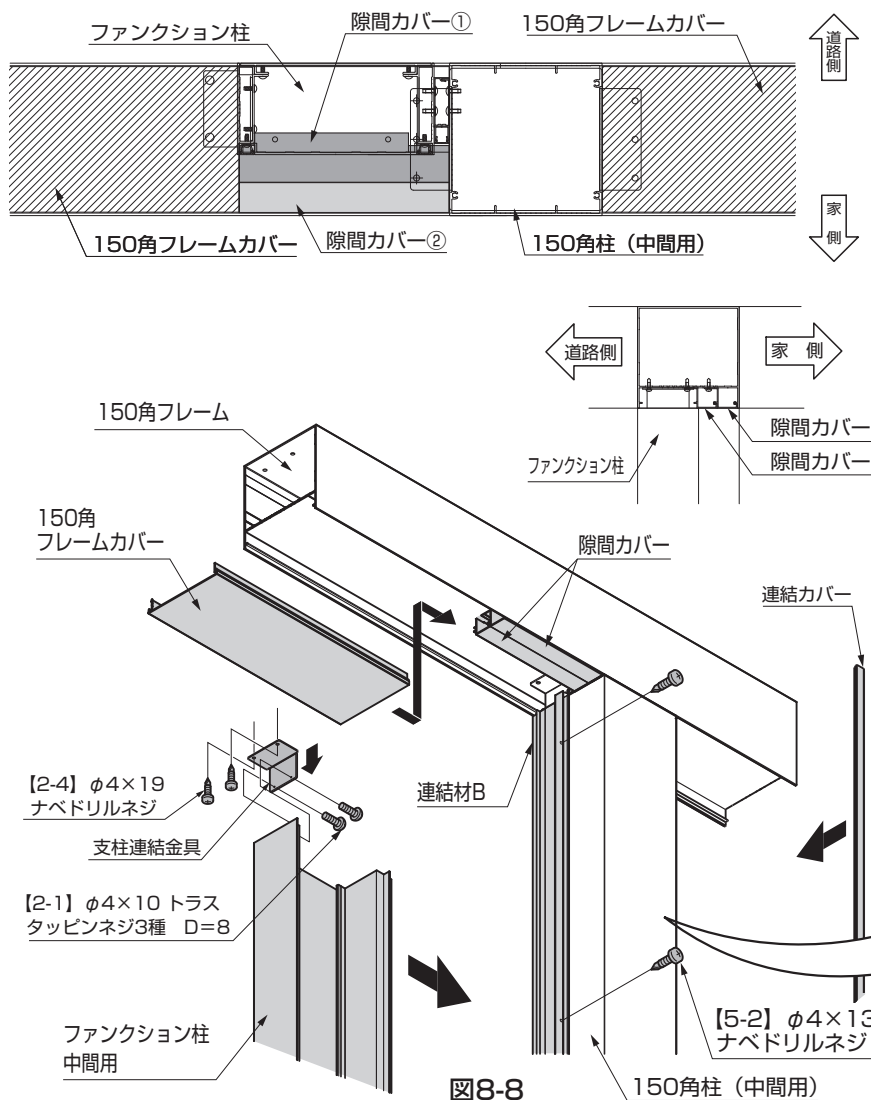

図8-8
- ① 150角柱（中間用）を150角フレームに取付けてください。
- ② ファンクション柱に、【2-1】で支柱連結金具を取付けてください。（図8-8参照）
- ⑤ 切断加工した隙間カバー2本を150角フレームにはめ込み、150角柱または150角柱中間用取付金具に突き当てて、φ4×16ナベドリルネジで取付けてください。（図8-8参照）
- ⑥ ファンクション柱に取付けた連結材Aを150角柱（中間用）に取付けた連結材Bにはめ込んでください。
- ⑦ ファンクション柱に取付けた支柱連結金具を150角フレームに【2-4】で取付けてから、連結材Bに【5-2】で取付けてください。
- ⑧ 連結材カバーを連結材Bにはめ込んでください。